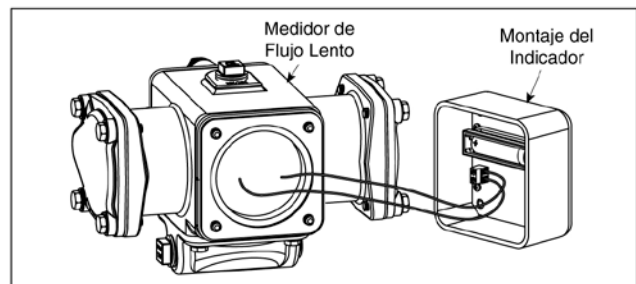

Figura 6 – Montaje del Indicador Intrínsecamente Seguro al Medidor Sin Terminal (Montaje Directo)
4. Para montaje directo (Figura 6):